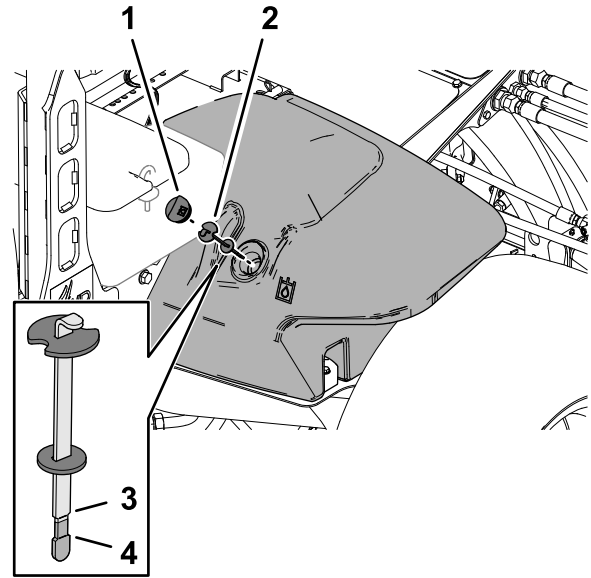

Bild 162
2. Reinigen Sie den Bereich um den Füllstutzen und den Deckel des Hydraulikbehälters (Bild 162).